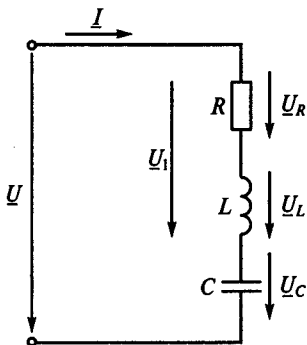

Рис. 77
**3.14.** Каковы напряжения  $U_R$ ,  $U_L$ ,  $U_C$  и  $U_1$  и ток  $I$  при резонансе напряжений в цепи на рис. 77, если  $U = 220 \text{ В}$ ,  $R = 22 \text{ Ом}$ ,  $x_L = 200 \text{ Ом}$ ? (Указать неправильный ответ.)